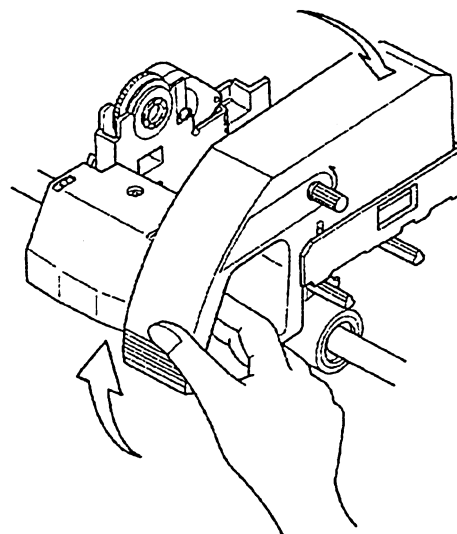

図 6.1.15
- 6) リボンカセット前方を上を持ち上げ水平に戻します (図6.1.15)。